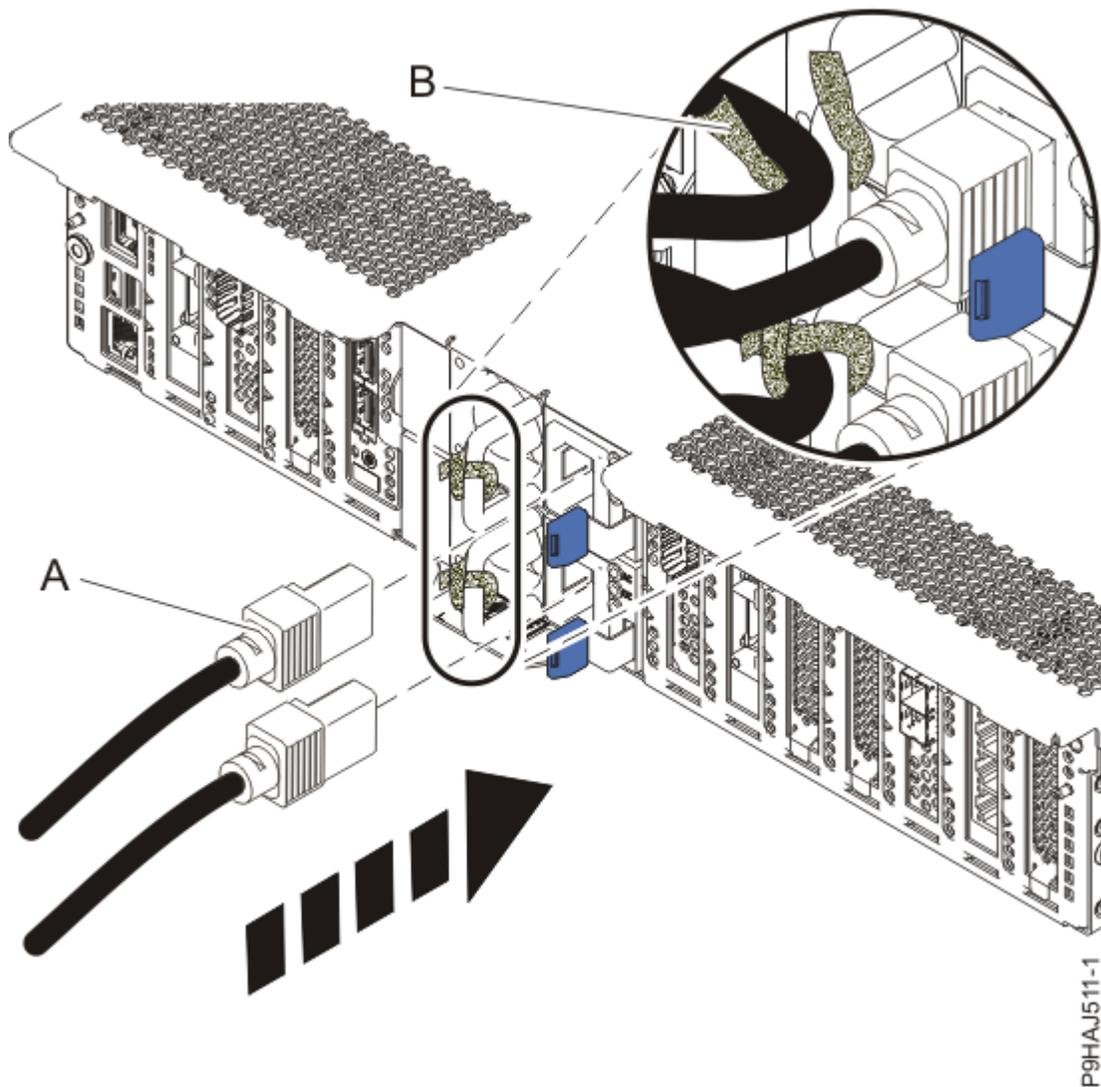

Figura 35. Conectar los cables de alimentación
5. Utilizando las etiquetas, vuelva a conectar los cables de alimentación **(A)** a la unidad del sistema. Sujete los cables de alimentación al sistema utilizando el mecanismo de sujeción **(B)**, tal como se muestra en la Figura 35 en la página 40.